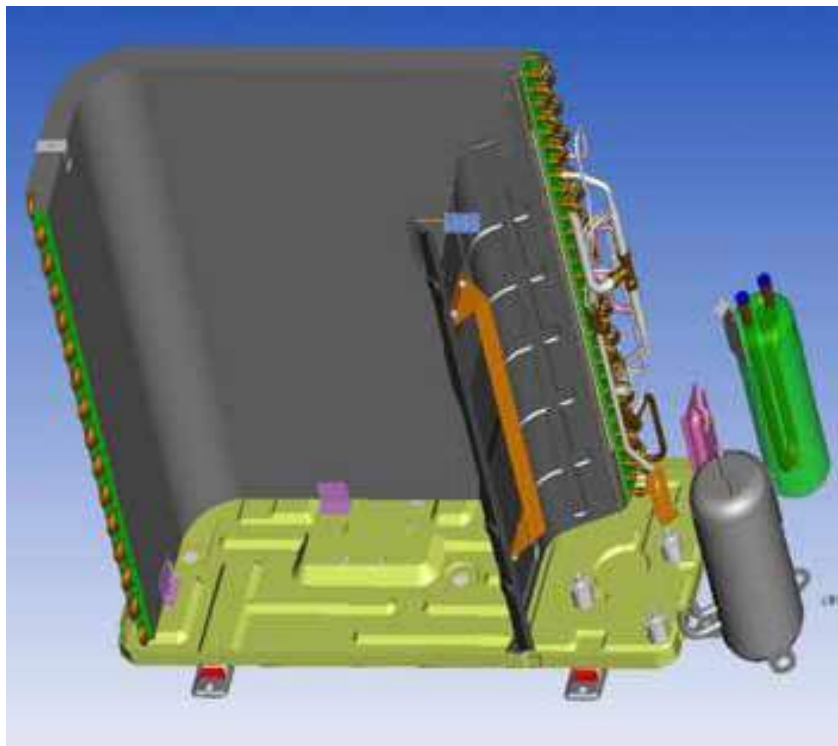

Рис.14
- Открутите болты, фиксирующие компрессор, и снимите компрессор и газо-жидкостной сепаратор (см.рис.14)